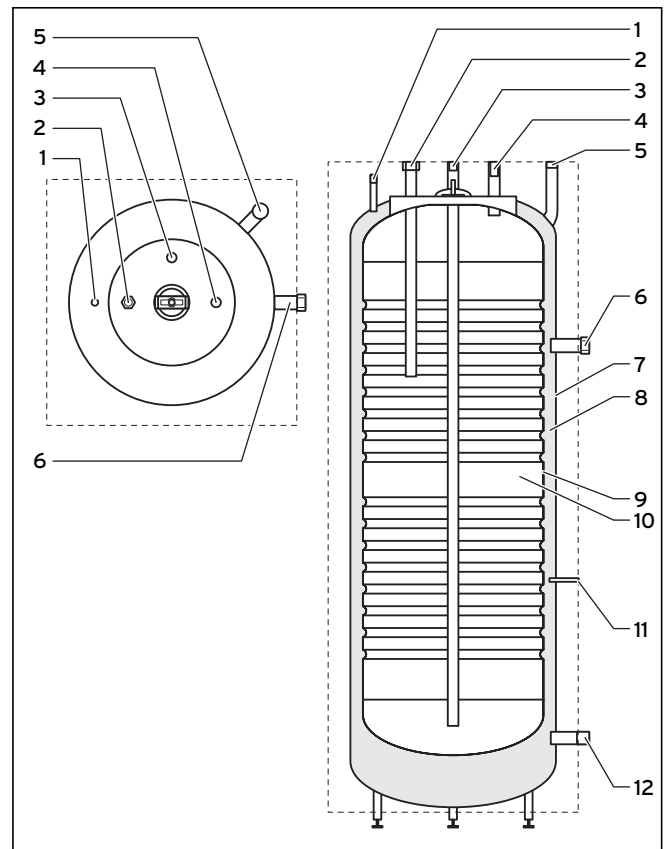

Fig. 2.1 Raccordi dei tubi, vista da sinistra
Il VDH 300/2 è un cosiddetto bollitore a doppio rivestimento, il che significa che il serbatoio interno (vedi fig. 2.1, pos. 9) è saldato in un serbatoio esterno (7). I due serbatoi sono separati da una fessura anulare, la quale ha una capacità di circa 85 litri di acqua di riscaldamento. Il serbatoio interno è in acciaio inossidabile resistente alla corrosione e presenta una capacità di circa 268 litri. Questa struttura costruttiva del bollitore consente la trasmissione di quantità di calore molto elevate al volume secondario (10) del bollitore. Inoltre il bollitore funziona senza problemi anche con acqua molto calcarea. Quando viene aperta una valvola di prelievo dell'acqua calda, l'acqua fredda entra nel serbatoio scorrendo attraverso il tubo d'ingresso dell'acqua fredda (3) e spingendo fuori l'acqua calda che si trova nel serbatoio attraverso il tubo di uscita dell'acqua calda (4). L'acqua contenuta nel serbatoio viene riscaldata quando la pompa di calore inserisce il funzionamento di produzione dell'acqua calda. In questa modalità operativa l'acqua di riscaldamento scorre nel serbatoio esterno attraverso la mandata (5), circola attraverso il volume primario (8) del serbatoio esterno, per tornare poi alla pompa di calore attraverso il ritorno (12). Questo procedimento produce il riscaldamento del volume secondario (10) del serbatoio interno.